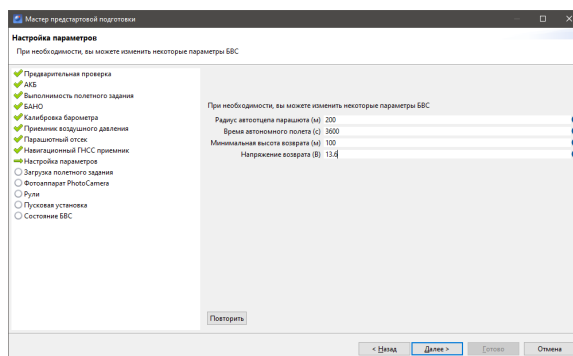

Рис. 101: Настройка параметров
- **Настройка параметров.** На данном этапе происходит настройка радиуса автоматического отцепа парашюта [подробнее в разделе 3.1 данного руководства] и времени автономного полета (времени, в течение которого осуществляется полет независимо от наличия связи между НСУ и БВС) (рис. 101);